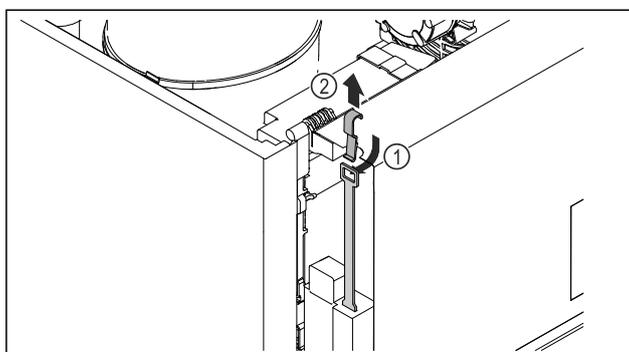

Fig. 248
- Du haut, insérer la clé de déverrouillage d'urgence Fig. 248 (1), l'accrocher au verrou et la tirer vers le haut Fig. 248 (2).